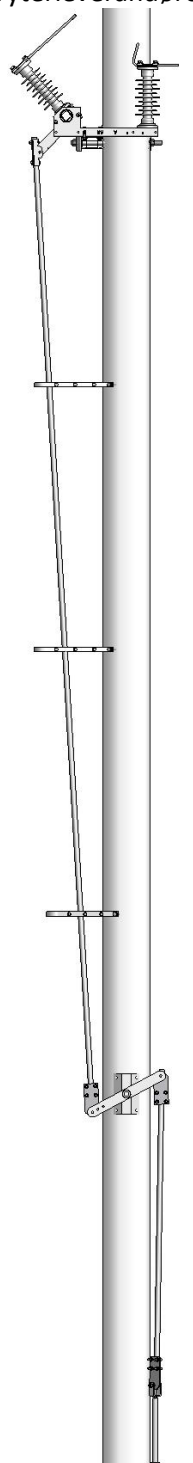
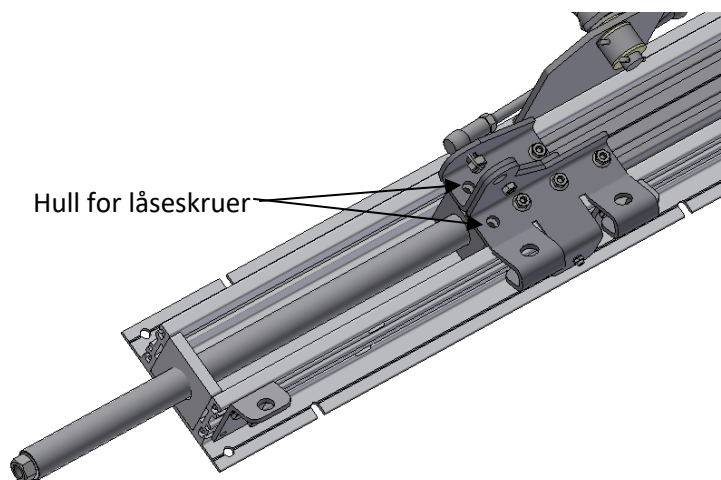

Fig. 9
Fig. 18
- Det påføres silikonpasta (f.eks GLEITMO 750) på betjeningsstang til bryterstyring og betjeningsstang til aktuator (**fig. 18**), samt på skapgjennomføringen for betjeningsstang (**fig. 9**). Skru løs delene i skapgjennomføringen, unngå dersom mulig å ta de helt av betjeningsstangen, slik at man ikke risikerer å sette det tilbake i feil rekkefølge eller retning. Påfør silikonpasta på delene, med spesielt fokus på tettningsring. Sørg for god tilstramming etter jobben er gjort. NB! Ikke benytt mineralolje eller fett på skapgjennomføringen.
- Kontrollere at sperrehake (**fig. 18**) er ikke er slitt. Den bør byttes ved 1000 koblinger.